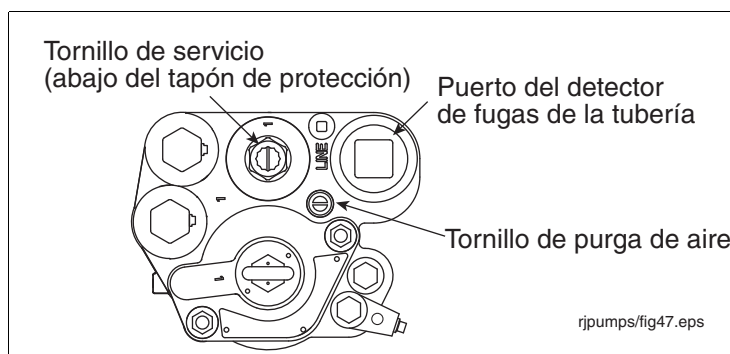

Figura 44. Ubicación del enchufe del puerto de descarga para el transductor de fugas de línea
25. Gire el tornillo de la purga de aire 2 o 3 vueltas hacia la izquierda (vea la Figura 44).
6. Gire el tornillo de la purga de aire 2 o 3 vueltas hacia la izquierda (vea la Figura 44).